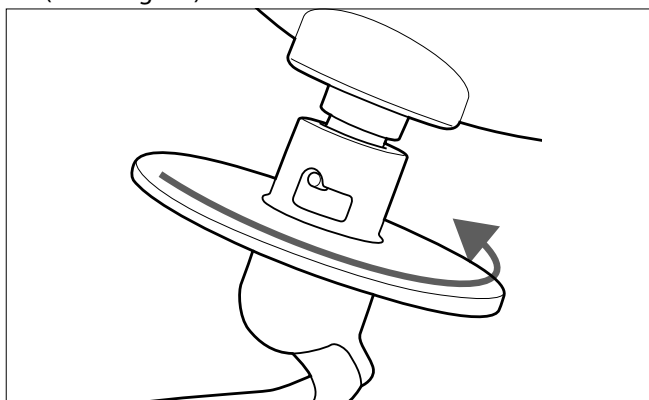

Fig. 10 – Fijar el accesorio de batir
- ▶ Presione el accesorio de batir hacia arriba y gírelo en sentido horario hasta que encaje. El accesorio de batir solo podrá colocarse y girarse correctamente si la pesaña guía se halla en la correspondiente ranura guía (véase Fig. 10).